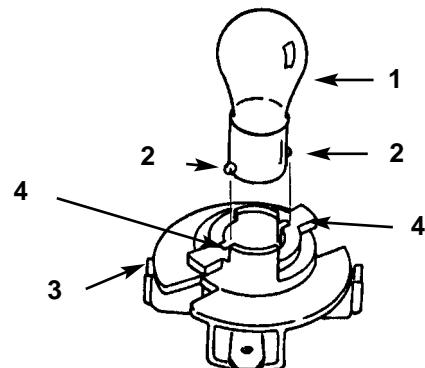

Fig. 18
4. Spingete la lampada e fatela girare in senso antiorario fin quando si ferma (circa $\frac{1}{4}$ di giro), quindi toglietela dal portalampada (Fig. 18).
1. Lo zoccolo della lampada è provvisto di spine metalliche. Allineate le spine con le guide nel portalampada, ed inserite lo zoccolo nel portalampada (Fig. 18). Spingete la lampada e giratela in senso orario fin quando non si ferma.